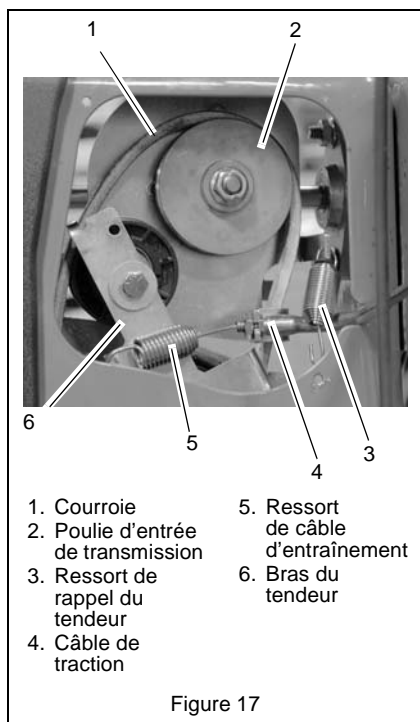
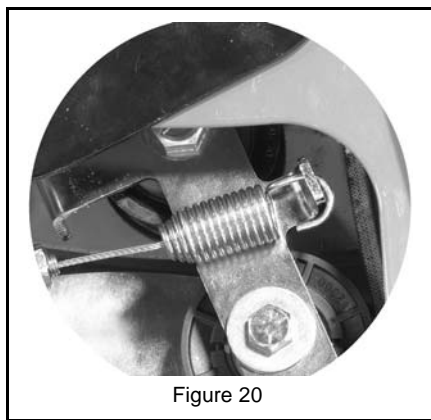

Figure 17
Figure 20
3. Retirer le ressort de rappel du tendeur du bras du tendeur. Voir Figure 17.
2. Raccorder le ressort du câble de traction au bras du tendeur comme illustré en Figure 20, raccorder ensuite le câble de traction à la coupelle de transmission. Voir Figure 17.